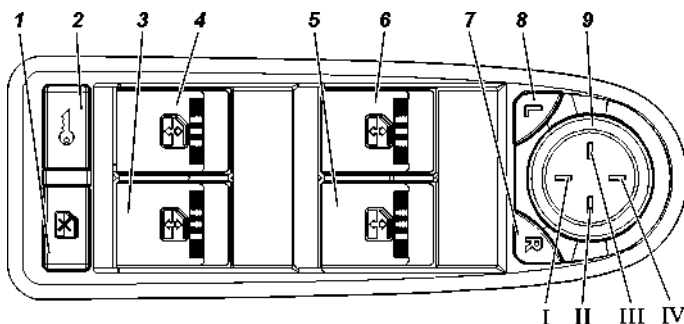

Рис. 3.15. Модуль переключателей двери водителя с мультиплексным управлением:
Система может быть переведена в режим быстрой разблокировки двери водителя, когда при однократном нажатии на кнопку 2 ПДУ или повороте ключа в замочной скважине водительской двери происходит только разблокировка двери водителя, а при повторном нажатии на кнопку 2 ПДУ или кнопку 2 (рис. 3.15) МДВ - разблокировка остальных боковых дверей и двери задка.
- нажать выключатель 2 (рис. 3.15) МДВ. Каждое нажатие производит блокировку или разблокировку замков.
Управление положением стекла производится выключателями, расположенными на подлокотниках соответствующих дверей автомобиля. На подлокотнике двери водителя выключателями 3,4,5,6 (рис. 3.15), осуществляется управление перемещением положения стекол боковых дверей.
Управление электроприводом левого и правого наружных зеркал производится единым переключателем 9 (рис. 3.15), расположенным на МДВ. Выбор подлежащего регулировке по командам от переключателя зеркала производится одним из выключателей 7 или 8 МДВ - кнопок выбора зеркала. Одновременная регулировка положения левого и правого зеркал невозможна.